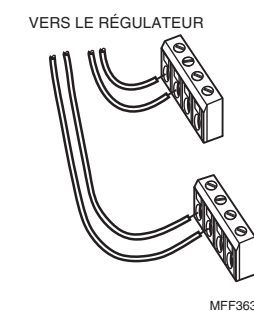

Fig. 6. Options de câblage de plusieurs appareils Sylk.
4. Reportez-vous à la Fig. 6 pour le câblage de plusieurs appareils Sylk.